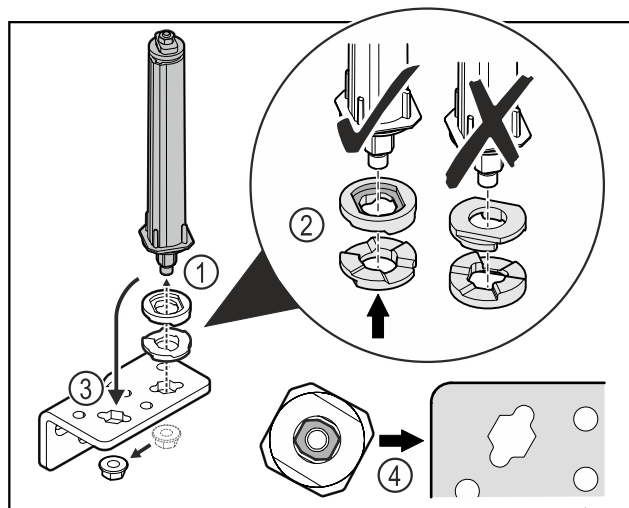

Fig. 36
- ▶ Odkręcić nakrętkę i wyjąć system blokujący drzwi Fig. 36 (1).
- ▶ Zwracać uwagę na prawidłowe ustawienie podkładek do regulacji wysokości Fig. 36 (2).
- ▶ Przełożyć system blokujący drzwi w zawiasie i zamocować nakrętką Fig. 36 (3).
- ▶ Przy wkładaniu zwracać uwagę na prawidłowe ustawienie systemu blokującego drzwi Fig. 36 (4).